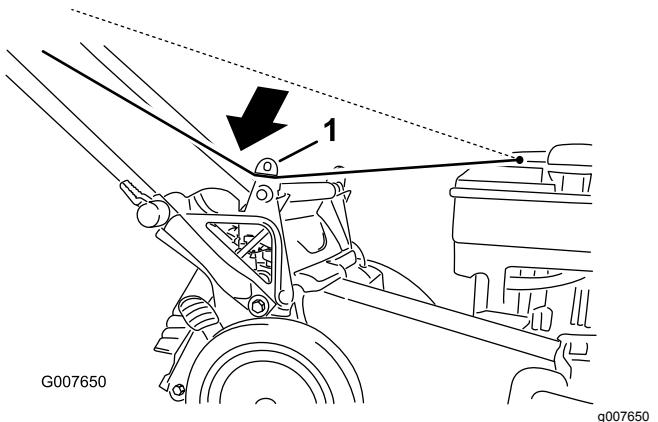

Bild 25
1. Verlegen Sie das Starterkabel um die untere Kabelführung (**Bild 25**).